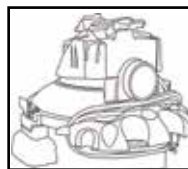

FIGURA 28
52. Antes de almacenar su aspiradora, deberá vaciar y limpiar el depósito. Puede enrollar el cable eléctrico alrededor de las envolturas de cable provistas en la tapa del depósito en la parte posterior de la unidad. **FIGURA 28.**